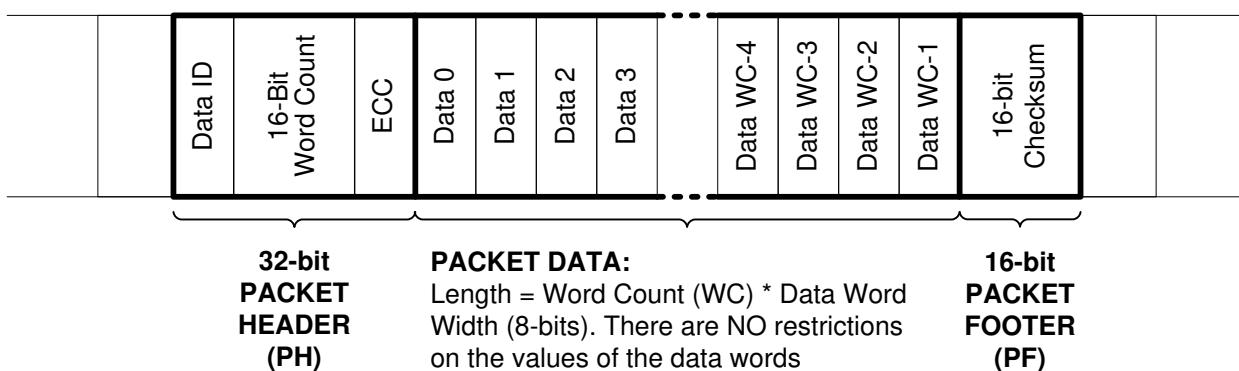

図 6-3. CSI-2 ロング パケットの構造
ロング パケットは、32 ビットのパケット ヘッダー (PH)、ワード数可変 (8 ビットデータ ワード) のアプリケーション固有のデータペイロード、16 ビットのパケット フッター (PF) という 3 つの要素で構成されています。パケット ヘッダはさらに、8 ビットのデータ識別子、16 ビットのワード数フィールド、8 ビットの ECC の 3 つの要素で構成されています。パケット フッターは、16 ビットチェックサムという 1 つの要素だけです。図 6-3 に、ロング パケットの構造を示します。